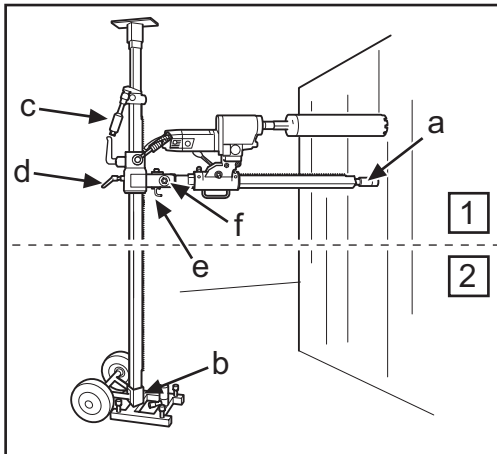

Fig.3
7. Vinkla tillbaka och fäll upp borrhjälaren, säkra med L-handtaget (e) (Fig. 3) och muttern (f) (Fig. 3). Vid gradborring lossas L-handtaget och borrhjälaren ställs in i önskad vinkel genom att mutter (d) (Fig. 6) dras åt med en 30 mm nyckel.
- 8. Kontrollera borrhjälarens läge. Skruva in stämskruven mot väggen för att fixera borrhjälaren. Säkra med låsmutter 30 mm (a) (Fig. 3), använd en träregel som mellanlägg.
7. Boresøjlen vinkles tilbage, fældes op og sikres med L-grebet (e) (Fig. 3) og møtrikken (f) (Fig. 3). Ved gradboring løsnes L-grebet, og boresøjlen stilles i den ønskede vinkel, ved at møtrikken (d) (Fig. 6) spændes med 30-mm-nøglen.
- 8. Kontrollér borekronens placering. Skru stempelskruen ind mod væggen for at fiksere boresøjlen. Det sikres med en 30-mm-låsemøtrik (a) (Fig. 3); brug et stykke træ som mellemlæg.
7. Vinkle tilbake og fell opp borsøylen, sikre med L-håndtaket (e) (Fig. 3) og mutter (f) (Fig. 3). Ved gradboring løsnes L-håndtaket og borsøylen stilles inn i ønsket vinkel ved at mutter (d) (Fig. 6) trekkes til med 30 mm nøkkel.
- 8. Kontroller borkronens stilling. Skru inn søyleskruen mot veggen for å fiksere borsøylen. Sikre med låsemutter 30 mm (a) (Fig. 3), bruk en treplanke som mellomlegg.